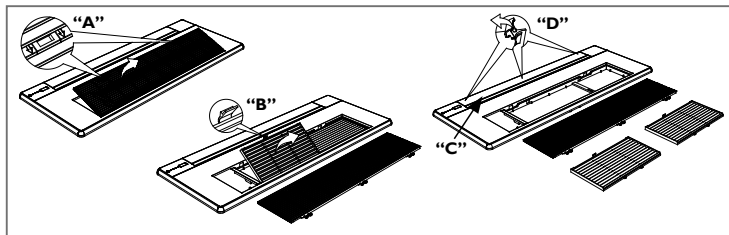

FIG. 20
- Pressione na direção indicada pela seta na grade ("A" - Fig. 20) para destravar o encaixe e remover a grade de proteção.
- Pressione então o encaixe ("B" - Fig. 20) para remover o filtro.
- Com cuidado abra o defletor de ar ("C" - Fig. 20) e remova as três tampas ocultas dos parafusos ("D" - Fig. 20).